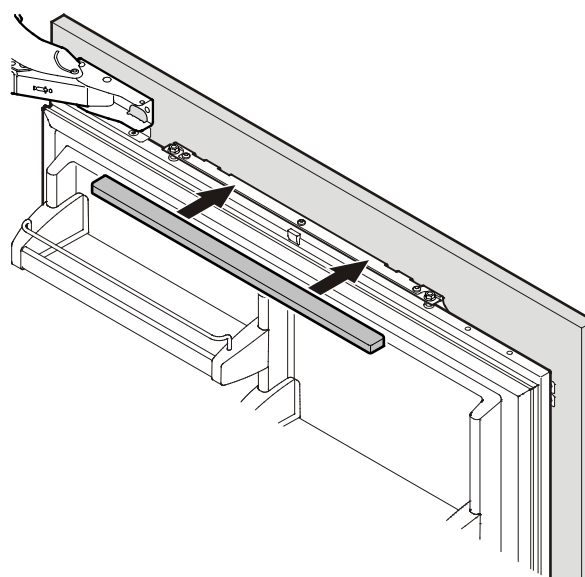

Figure 33
11. Enclencher le cache (**Figure 33**).